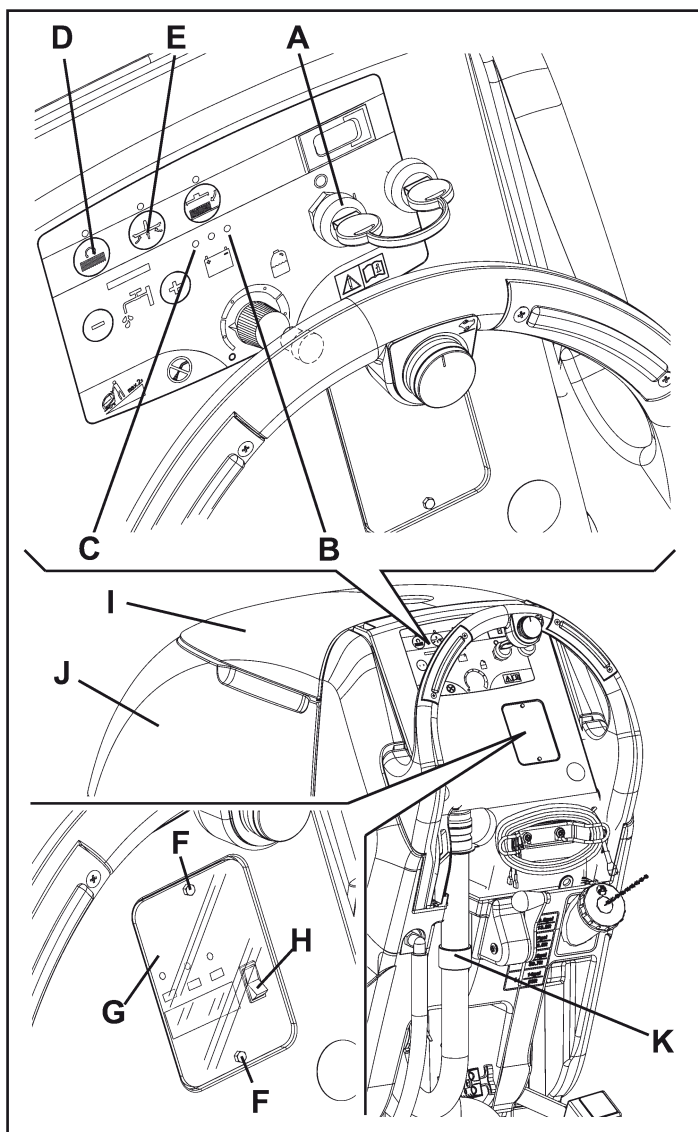

Figure 7
1. Tourner la clé de contact (A, Fig. 7) en position "I" et remarquer ce qui se passe pendant les premières secondes de fonctionnement de la machine :
- Si le témoin lumineux vert (B) clignote, la machine est configurée sur GEL.
- Si le témoin lumineux rouge (C) clignote, la machine est configurée sur WET.
3. Arrêter la machine en tournant la clé de contact (A) sur "0".
4. Appuyer en même temps et maintenir appuyé les boutons-poussoirs (D) et (E), puis tourner la clé de contact (80) en position "I".
5. Continuez à appuyer ou presser sur les interrupteurs (D) et (E) jusqu'à ce que la lumière d'avertissement (B) ou (C) commence à clignoter.
6. Relâchez immédiatement les switches et appuyez sur l'interrupteur du milieu (E) pour basculer à une autre position. (Cela doit être fait lorsque le voyant clignote pour changer le réglage). Cycle l'interrupteur à clé pour vérifier.